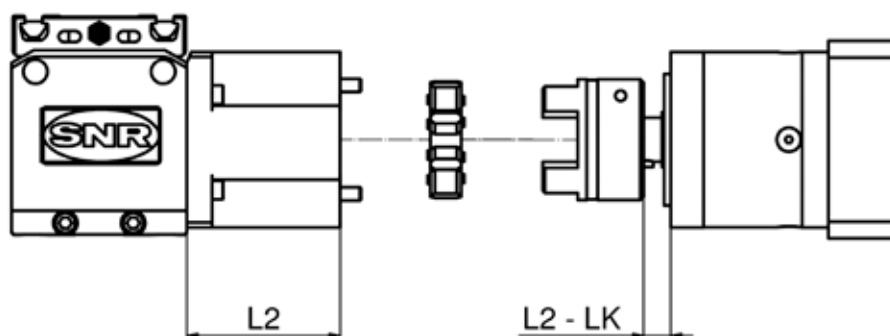

Figure 3.8 Dimension de montage
3. Insérez cet assemblage dans le demi-accouplement avec la couronne dentée en élastomère vissée sur la tête d'entraînement **6**, et fixez-le au moyen des vis **7**. Examinez les dimensions LK et L2 (figure 3.8) figurant dans le tableau 6.20, chapitre 6.2.3.2.